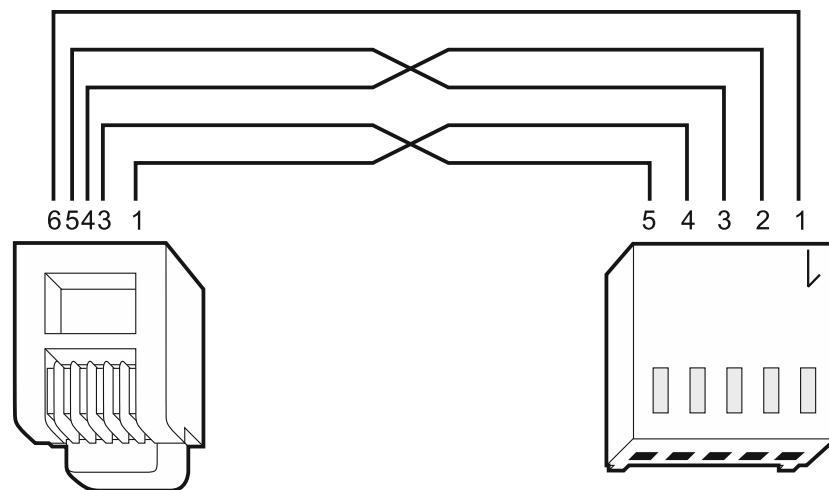

Рис. 3. Схема кабеля для подключения портов RS-232 модуля INT-GSM LTE и прибора INTEGRA / INTEGRA Plus с разъемом RJ.
- INTEGRA с разъемом RJ / INTEGRA Plus: **RJ/PIN5** (рис. 3),